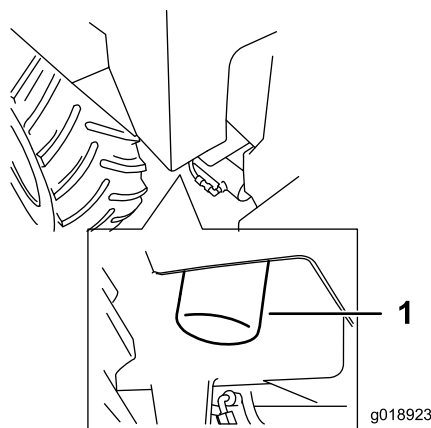

Figure 42
4. Tournez le filtre à huile hydraulique dans le sens antihoraire, retirez le filtre et mettez-le au rebut (Figure 42).